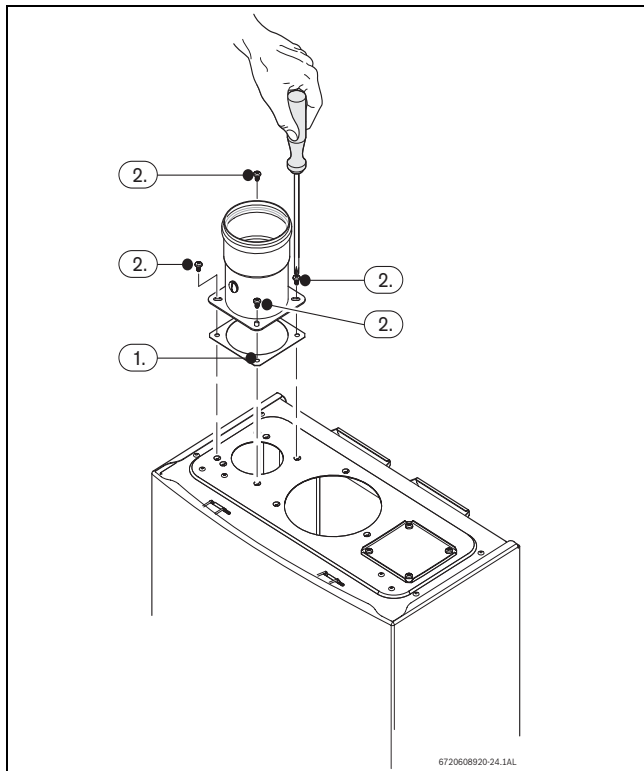

Рис. 27
- ▶ Встановіть прокладку між апаратом та патрубком, див. Рис. 27, поз. 1.
- ▶ Затягніть 4 гвинти повітрязабірного патрубку, див. Рис. 27, поз. 2.